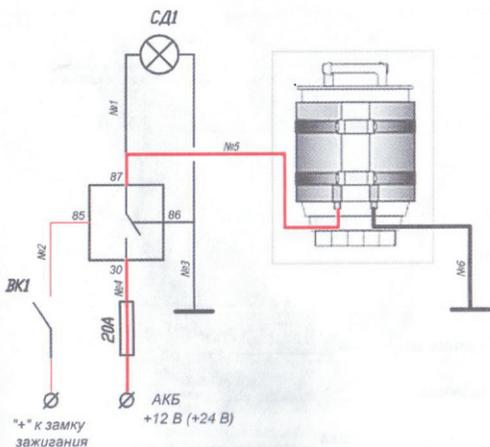

Рисунок 3
5.5 При подключении подогревателя к электрической бортовой сети с ручным управлением подогревом (рисунок 3):